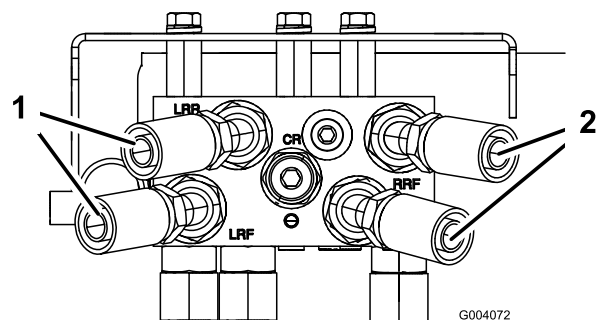

Figura 6
- Enrosque sin apretar el extremo con acoplamiento de 45° de cada manguera hidráulica en los acoplamientos rectos de la parte trasera del colector (Figura 6).